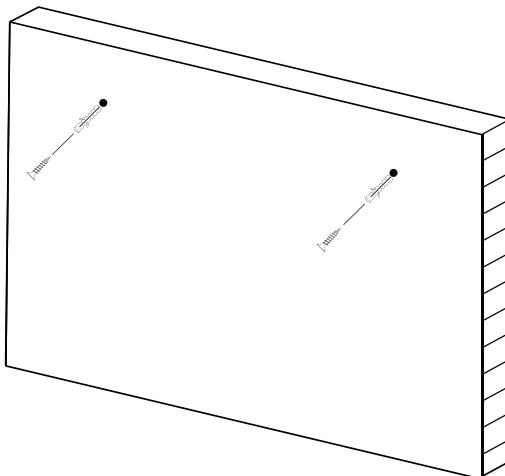

Abbildung 1
1. Bohren Sie die Löcher ( $\varnothing$  7 mm) in die Wand gemäß Abbildung 1 und Abbildung 2. Lochabstand ist 586mm.